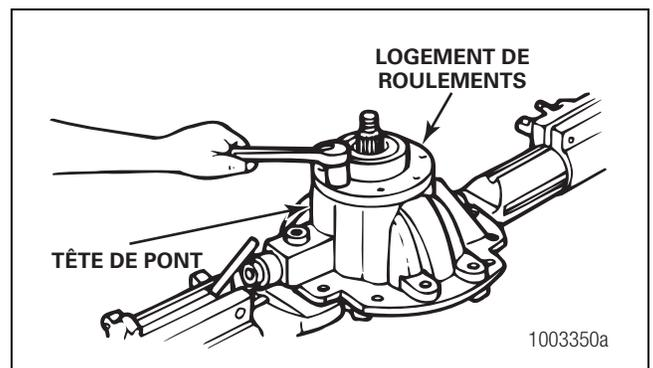

Figure 3.24
5. Retirer les boulons et rondelles fixant le logement de roulements à la tête de pont. Figure 3.24.